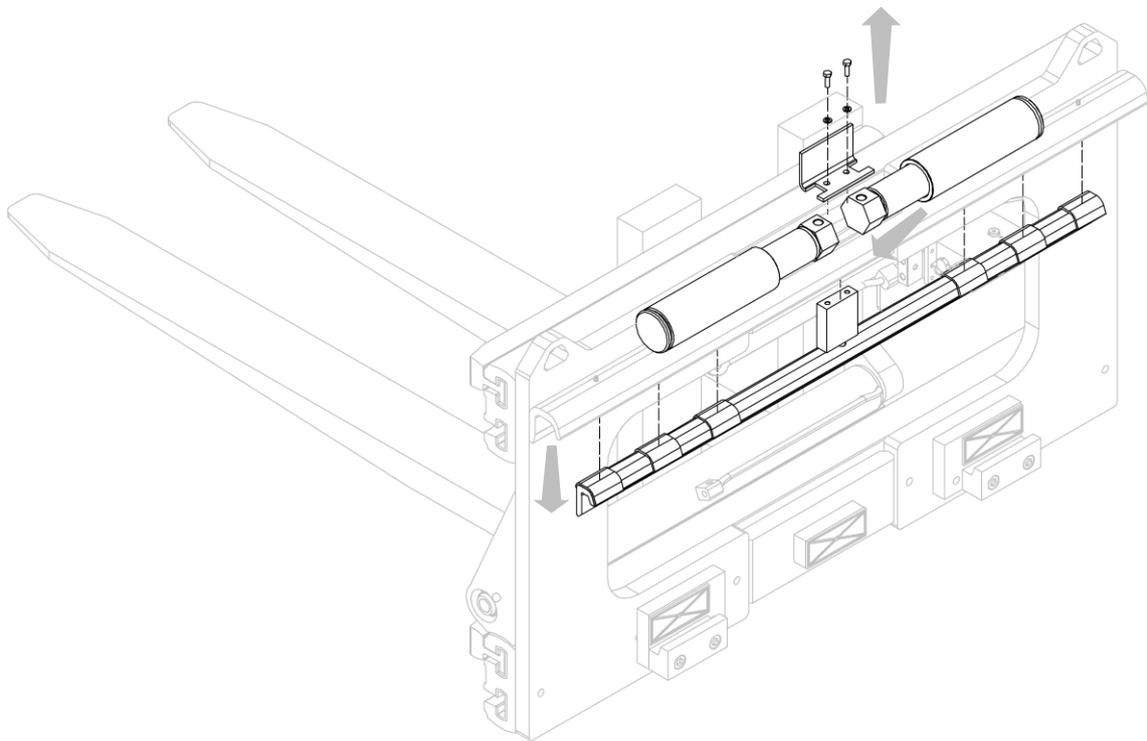
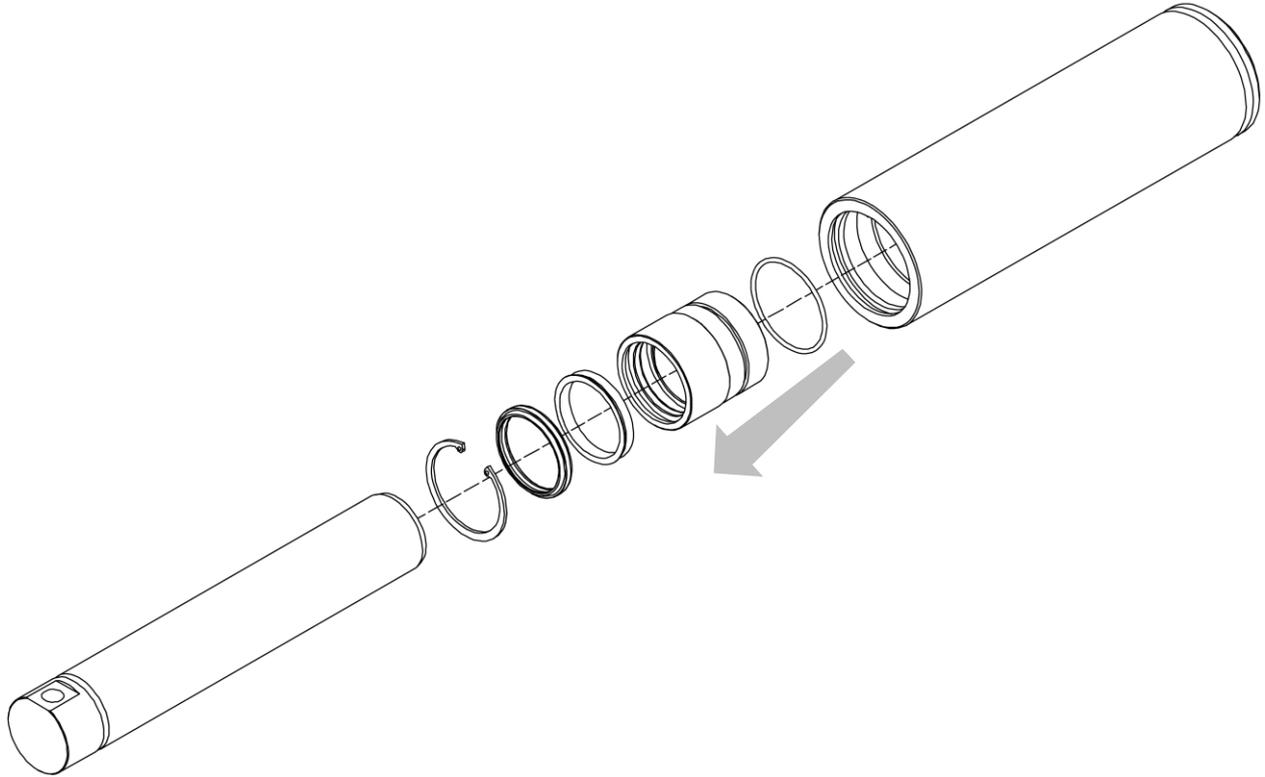

Figura 34
Figura 35
3. Rimuovere il doppio gancio (A) dopo aver rimosso il "piegato di protezione" (P) con le relative viti (nella fase *Rimozione Attrezzatura Dal Carrello* è già stato specificato questo passaggio).
7. Prendere come riferimento la *Figura 34* e la *Figura 35*.